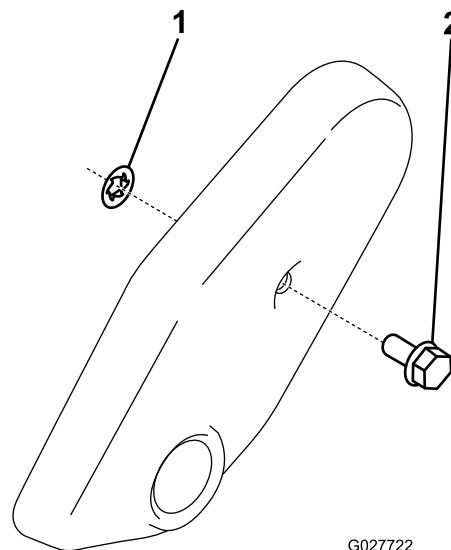

**Рисунок 6**
4. Прикрепите резьбовой конец утяжеляющего бруса к раме с помощью болта с фланцевой головкой (Рисунок 6).